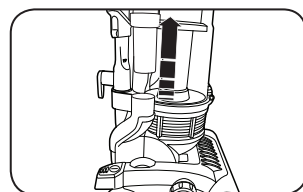

Fig. 2
2. Retirez la sortie du tuyau d'aspiration de la sortie du tuyau latéral (Fig. 2).